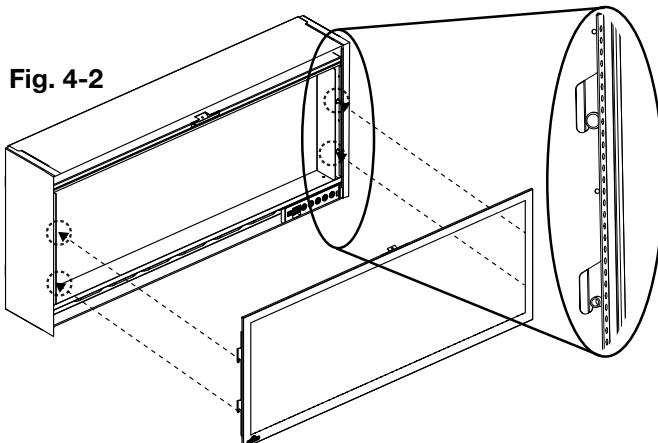

Fig. 4-2
- Installez le verre avant en alignant les goujons sur l'appareil. Déplacez le verre vers l'intérieur puis vers le bas avec les supports (**Fig. 4-2**).